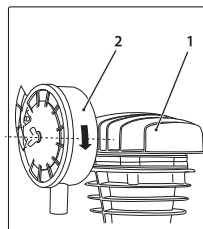

рис. 4
Вверните воздушные фильтры (2) в отверстия головки блока цилиндра (1) (рис. 4).
Необходимо снять фильтр (2) поступающего воздуха и заменить или очистить сжатым воздухом фильтрующий элемент (рис. 4). Запрещается включать компрессор без всасывающих фильтров. Мелкие твердые тела или пыль, попавшие в цилиндры компрессора, могут нарушить его работоспособность или сократить срок службы. Данную операцию следует проводить чаще, если компрессор используется в пыльной среде.